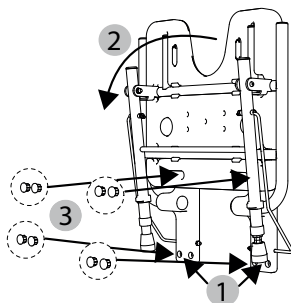

fig. 2
3. Positionner la plaque murale conformément aux trous percés (figures 2 et 1). Posez les vis de sorte que les plaques murales soient encore mobiles. Alignez les plaques murales à l'aide du niveau à bulle, puis serrez les vis à fond.
4. Rabattez le siège de douche escamotable (fig. 2, 2).
6. Ensuite mettez les cache-vis (au nombre de 8) (fig. 2, 3) dans les orifices de la fixation murale.